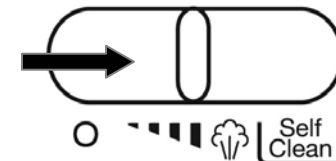

Fig. 3
3. Gire el control de vapor variable a la posición de expulsión de vapor. (Fig. 3)
5. Deslice el control de vapor variable hacia arriba para aumentar el vapor. (Fig. 3) Al usar vapor adicional, la plancha usa más agua y puede ser necesario llenar el recipiente con más frecuencia. Vea la página 15 para detalles sobre cómo llenar la plancha con agua.